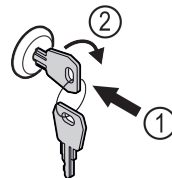

Fig. 191
- Shtyni çelësin brenda. Fig. 191 (1)
- Rrotulloni çelësin me 90° në drejtimin orar. Fig. 191 (2)